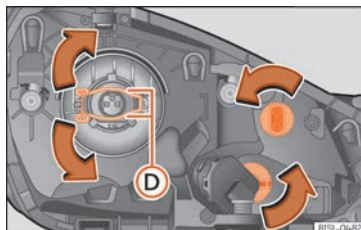

Fig. 49 Faro izquierdo
- Presione el estribo de seguridad **>>> fig. 49 D** hacia abajo en la dirección de la flecha, desengánchelo hacia el lateral y aléjelo.
- Coloque la lámpara, devuelva a su posición y enganche el estribo de seguridad **>>> fig. 49 D**.